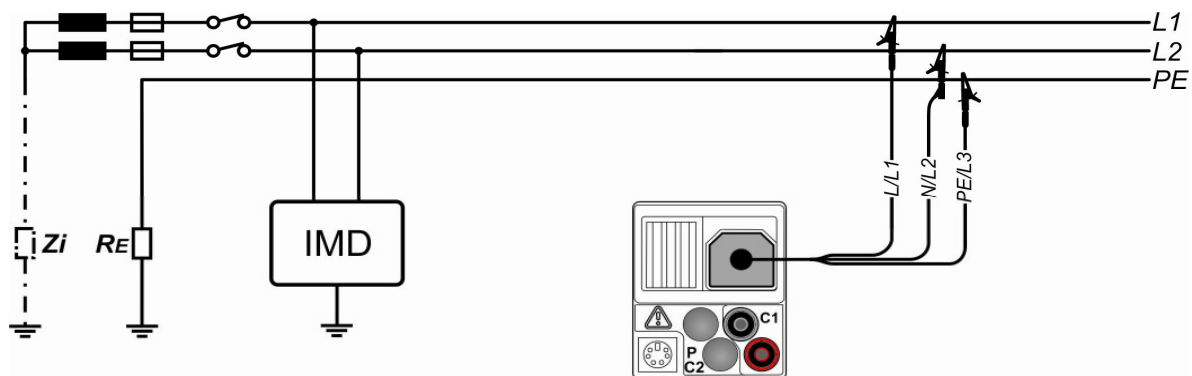

Abbildung 5.42: Anschluss der 3-Leiter-Prüfleitung
- ❑ Kontaktieren Sie die Prüfleitungen an das Prüfobjekt (siehe Abbildung 5.42 und 5.43).